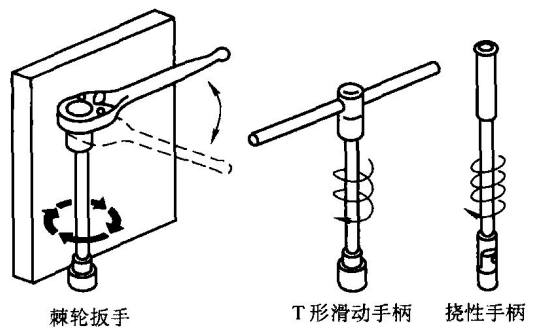

图 0-9 根据工作进行的速度选择工具
2) 根据工作进行的速度选择工具。在手动扳手中套筒扳手的工作速度最快，这是因为它在旋转螺栓或螺母时不需要重新调整位置，这就可以迅速转动螺栓或螺母。使用时可根据工作空间和旋动力矩大小选择合适的套筒扳手类型(图 0-9)。